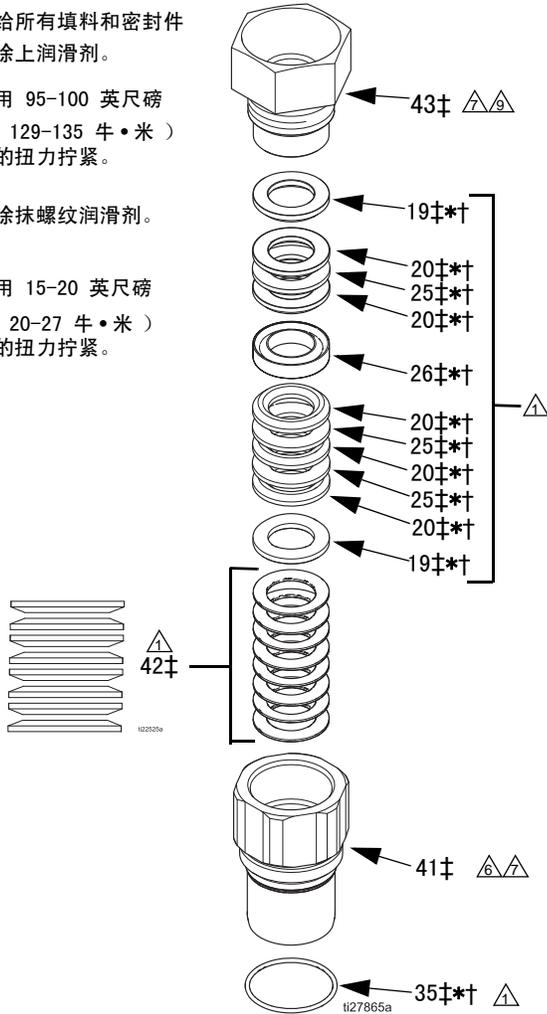

图 1. 喉管封装详细信息
2. 参见图 1，第 6 页。给喉管填料和压盖涂上润滑剂。安装外压盖（19‡\*†），然后再安装五个 V 形填料，使其唇缘朝下：一个 ZX（20‡\*†），一个皮革（25‡\*†），再依次为 ZX、皮革、ZX 各一个。安装内压盖（26‡\*†）。安装三个 V 形填料，使其唇缘朝上：ZX、皮革、ZX。安装另一个外压盖（19‡\*†）。润滑和安装湿杯（43‡），用手指拧紧。